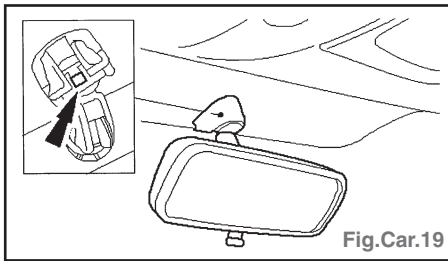

Fig.Car.19
- Déposer le rétroviseur intérieur. Pour rétroviseur intérieur manuel, libérer le clip de fixation (Fig.Car.19).